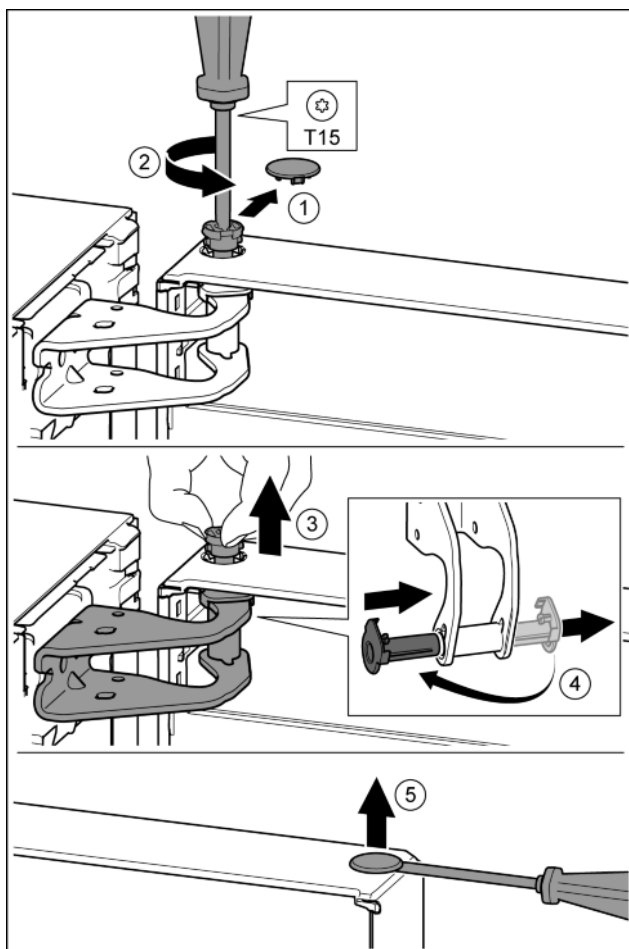

Fig. 11
- ▶ Обережно зніміть запобіжну кришку. Fig. 11 (1)
- ▶ Трохи викрутіть гвинт за допомогою викрутки T15. Fig. 11 (2)
- ▶ Притримуйте дверцята і витягніть палець руками. Fig. 11 (3)
- ▶ Витягніть із напрямної опорну втулку. Встановіть і зафіксуйте з іншого боку. Fig. 11 (4)
- ▶ За допомогою шлицевої викрутки обережно підійміть пробку із опорного втулка дверцят та витягніть її. Fig. 11 (5)